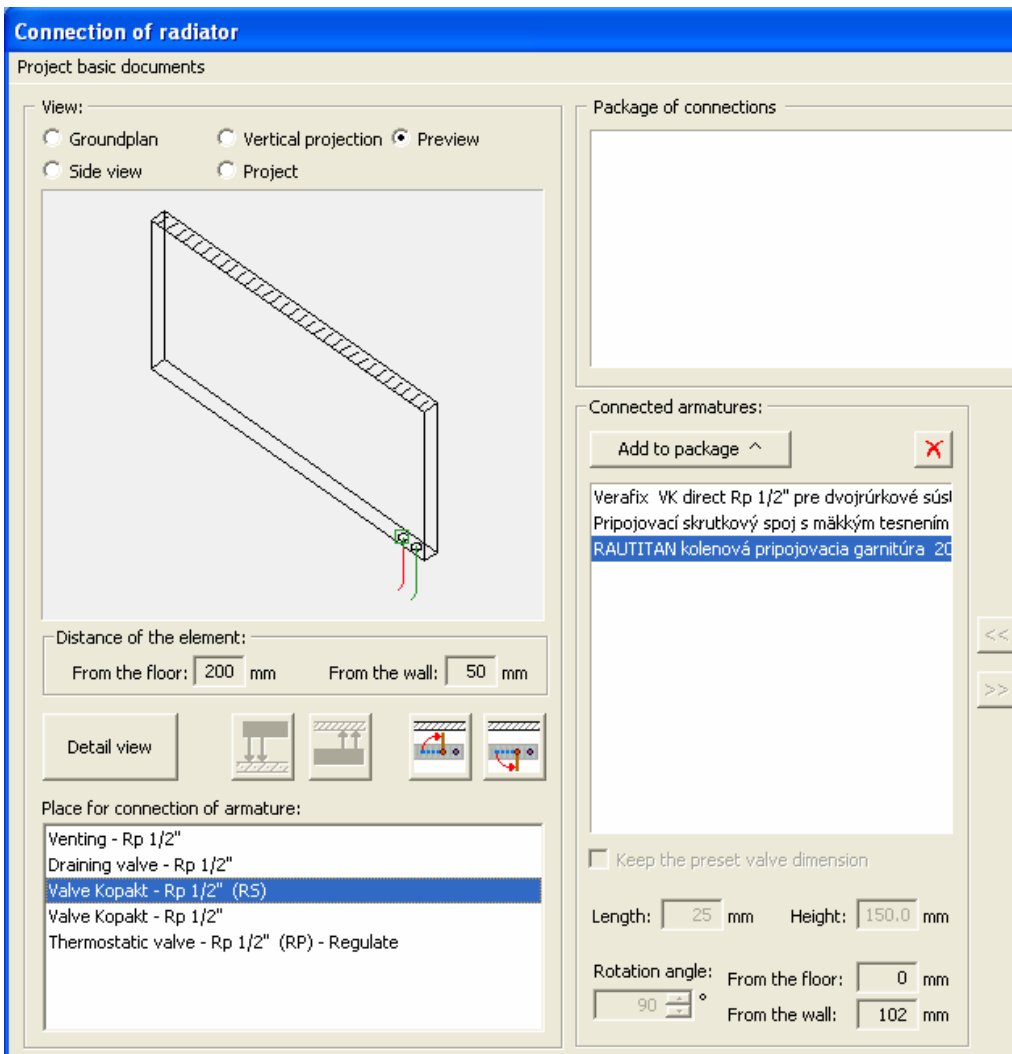

Рис. 3.2-19 Проектирование присоединяющей гарнитуры
4. Щелкните кнопку *Project/Проектировать*. Присоединяющая гарнитура переместится в поле с названием *Connected armatures/Присоединенные арматуры* (Рис. 3.2-19)